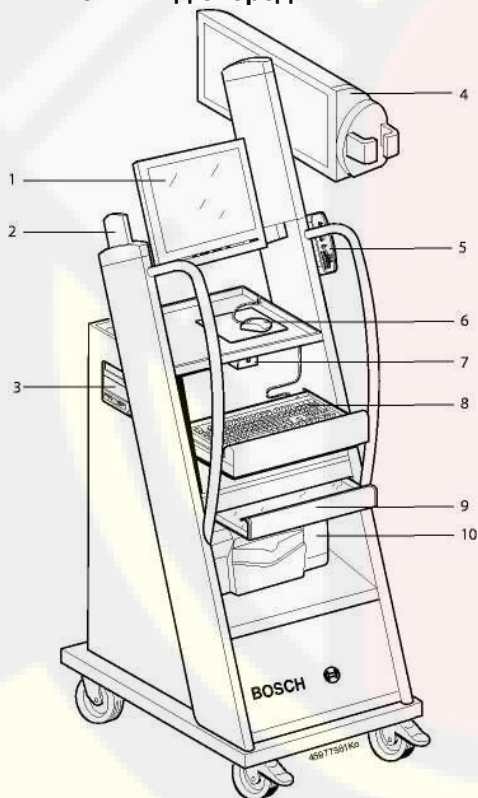

Рис. 1. BEA 8xx (вид спереди):
3. Поместить принтер в передвижную тележку 9 (рис. 1) (см. Руководство по монтажу 1 689 978 489).